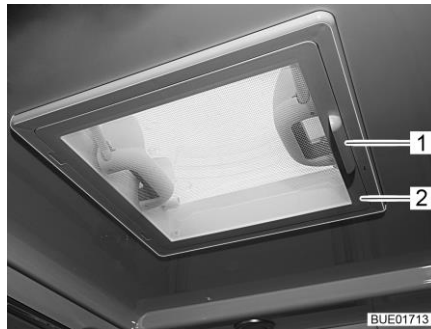

Bild 61 Dachhaube mit Schnappverschluss
- Insektenschutz (Bild 61,2) am Griff (Bild 61,1) nach unten schwenken.